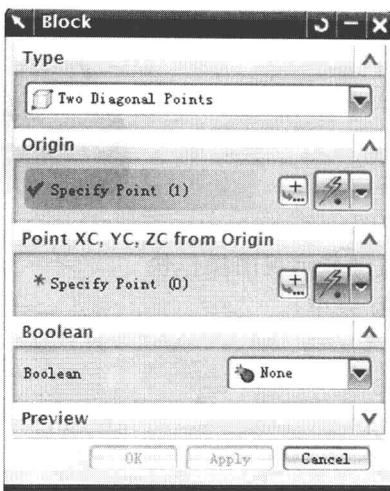

图 1-12 Block(长方体)对话框——类型是“两个对角点”
③类型(Type):以“两个对角点(Two Diagonal Points)”创建长方体。如图 1-12 所示设置 Block(长方体)对话框。